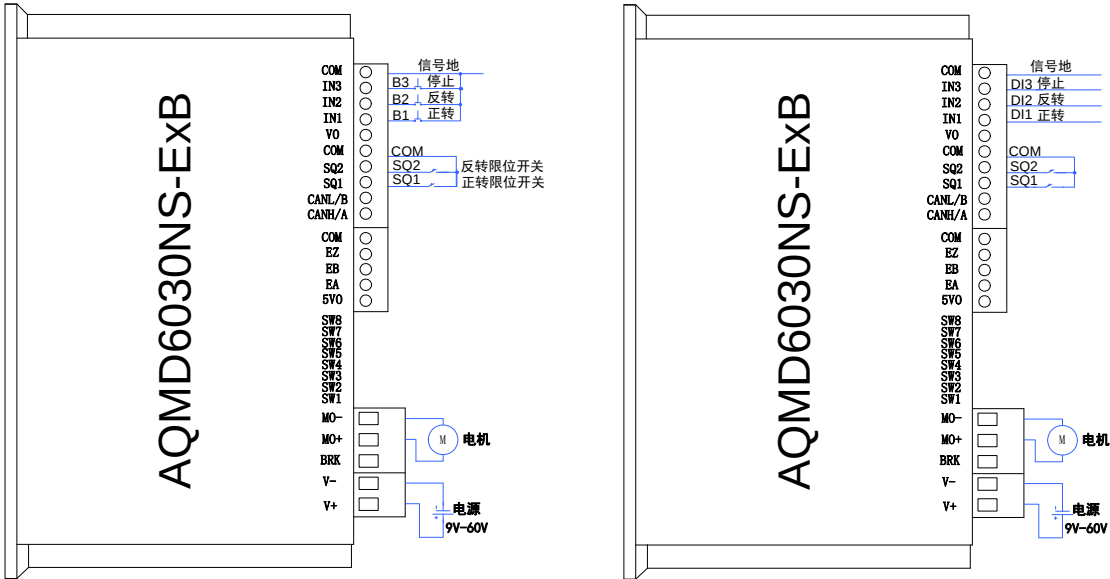

图 4.152 预设正反转自保护触点调速开关量（左图）/电平（右图）控制方式的接线图
a) 此用法通过预设正反转速度，通过三路开关量/逻辑电平信号，分别控制正转、反转和停止，接线方法如图 4.152 所示。